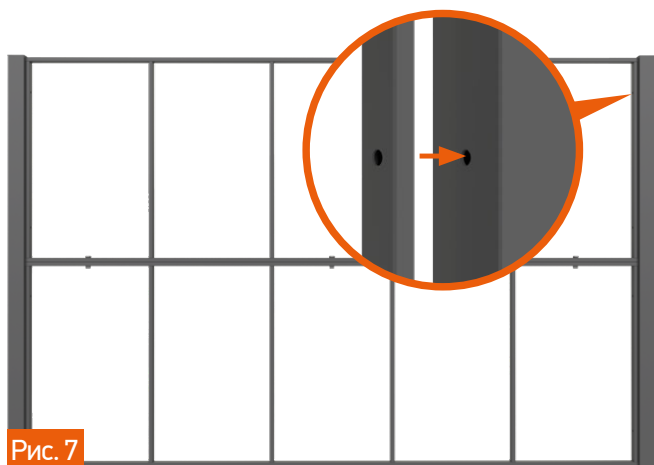

Рис. 7
2. Наметьте места для подготовки отверстий в столбе и просверлите отверстия под шпильку M10. Установите секцию между столбами. Рис. 7.